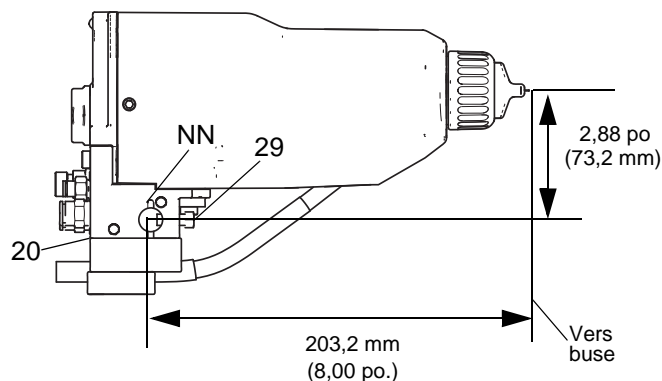

FIG. 4 . Montage
1. Desserrez les deux vis de fixation (29) du collecteur et faites glisser le collecteur (20) sur une bielle de fixation de 13 mm (1/2 po.). Consultez la FIGURE 4.
REMARQUE : Pour obtenir un positionnement plus fiable, introduisez une broche de positionnement de 3 mm (1/8 po.) dans la fente (NN) de la fixation et dans un trou de la tige. Consultez les détails sur la FIGURE 4.